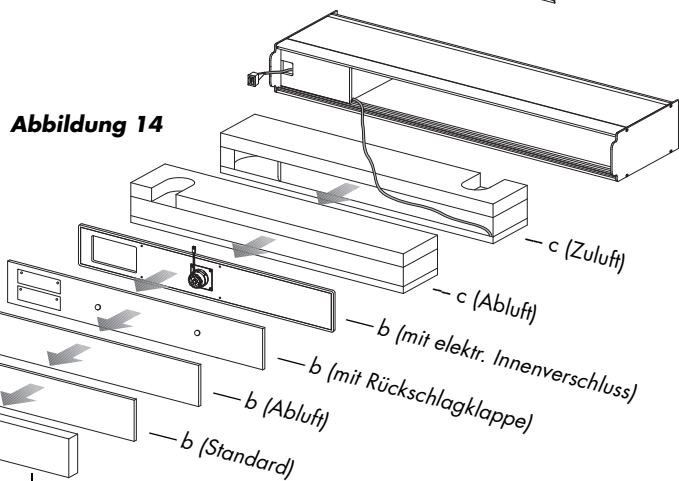

Abbildung 14
4. Schaumstoff (a) herausnehmen (Abb. 14).
5. Stützplatte (b) (Abb. 14) entfernen: Oberseite zur Geräteinnenseite drücken und an der Unterseite herausziehen.
7. Luftführung (c) (Schaumstoffelement) (Abb. 14) vorsichtig herausnehmen und Gebläse entnehmen.